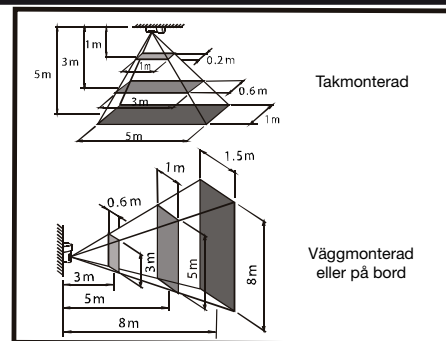

Fig. 4
1. Detekteringsområdets storlek beror på hur högt över golvet detektorn placeras (fig. 4).